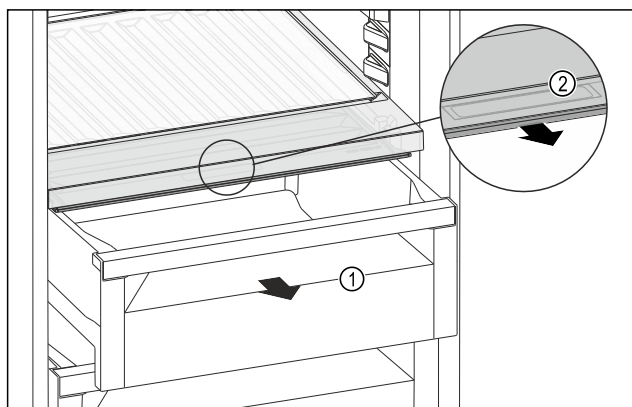

Fig. 109
- ▶ Izvlecite predal Fig. 109 (1).
- ▶ Primite prijemalno vdolbino Fig. 109 (2) na pokrovu predala in predal istočasno povlecite naprej.